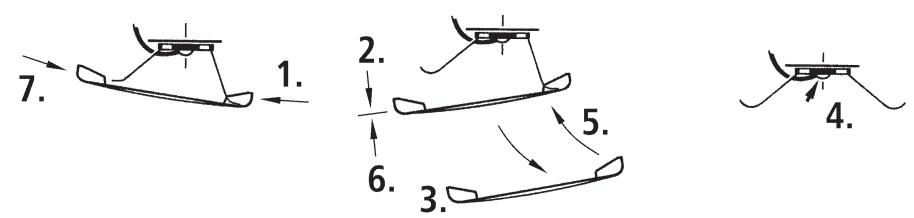

Fig. 7
1. Renhold av hjulstrømkontakte: Hjulstrømkontakte kan lett bli tilsmusset på urene skinner. Fjern smuss fra punktene som er avmerket i fig. 7 forsiktig med en liten pensel. Fjern først lokomotivhuset for å gjøre dette (fig. 3).